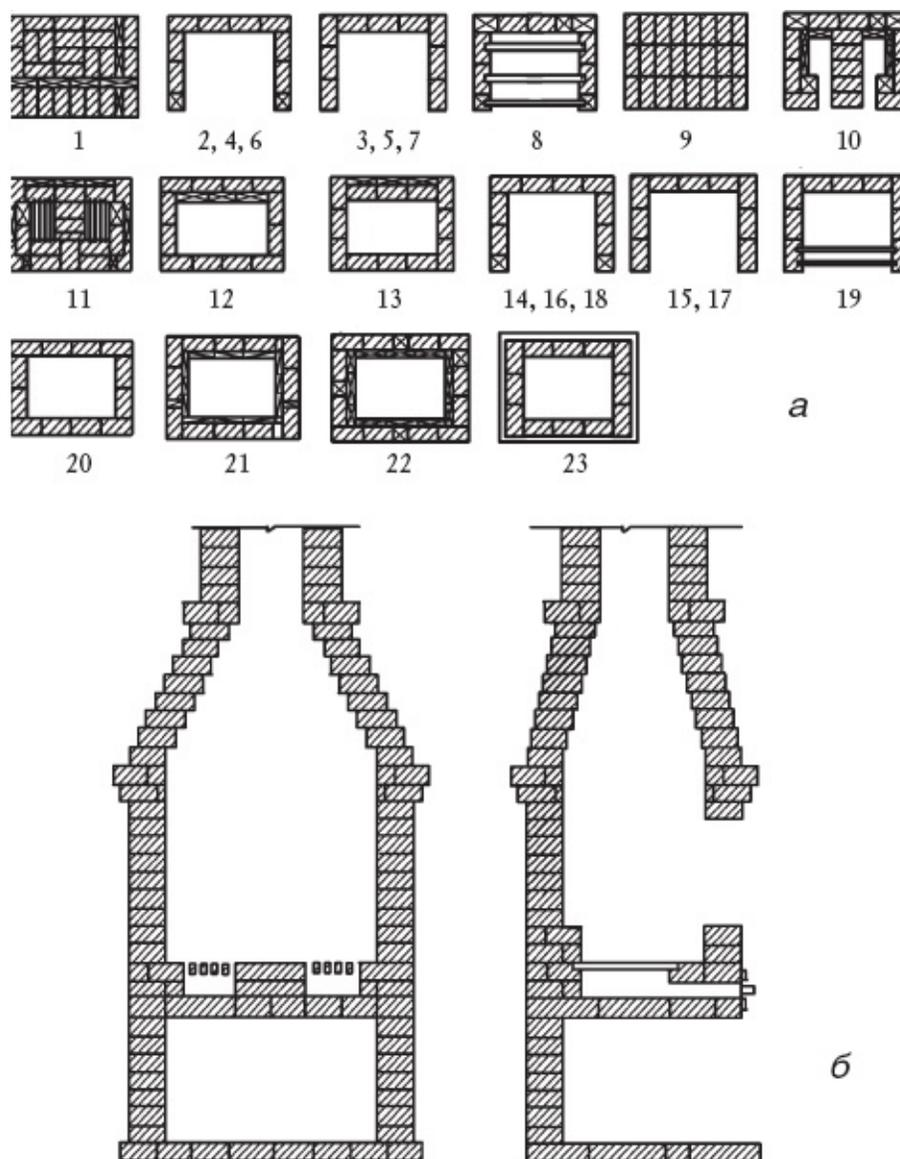

Рис. 43. Конструкция камина: а — порядовка; б — разрезы
5. Кладку камина осуществляйте после закладывания и гидроизоляции фундамента (методику см. выше) по порядовкам, 25 рядов которой представлены на рис. 43.